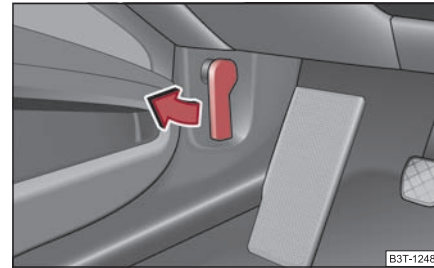

Fig. 14 Maneta de deblocare a capotei motorului
- Trageți maneta de deblocare de sub bord, pe partea conducătorului ⇒ fig. 14.
Indicații suplimentare ⇒ fig. 14. ■